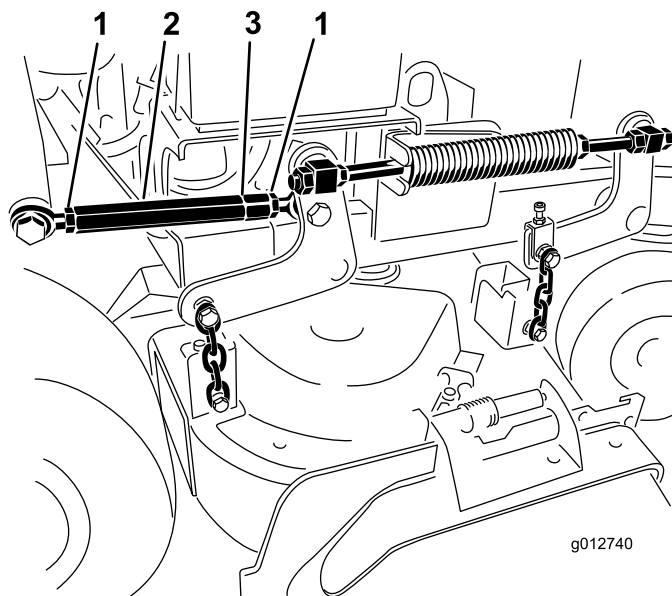

Figure 87
7. Desserrez les écrous de blocage à chaque extrémité du tendeur (Figure 87).
**Remarque:** L'extrémité du tendeur portant la gorge usinée est filetée à gauche (Figure 87).